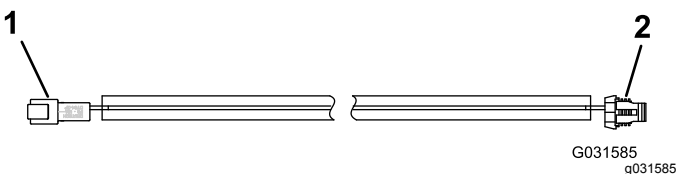

**图13**
2. 如 图13 所示用 4 个托架螺栓和 4 个螺母将安装板和振动器固定到工作车上。